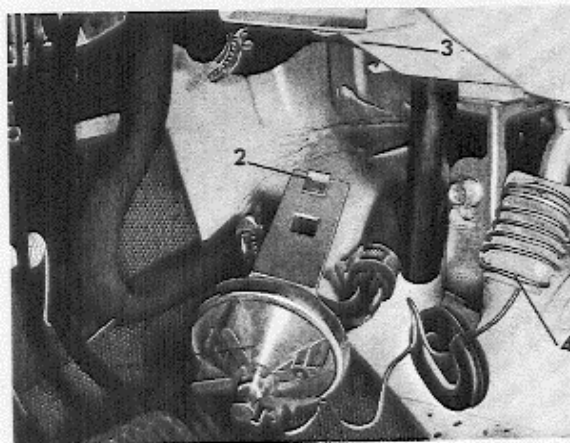

Abb. 8-39 Auswechseln des Wärmereguliertventils
6. Wärmereguliertventil von der Zentraleinheit lösen. Dazu das Ventil nach links in Richtung zum Pedalbock herunterziehen, wobei der Fühlkörper aus dem Luftkanal gleitet (Abb. 8-39).
9. Kontrollieren, daß die Klammer (2, Abb. 8-39) den Ventilhalter fest umschließt.
10. Wärmereguliertventil in den Einschub (3) der Zentraleinheit festdrücken und gleichzeitig den Fühlkörper in den Luftkanal einführen.